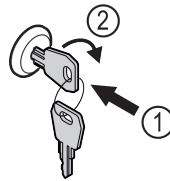

Fig. 180
- ▶ Вдавити ключ. Fig. 180 (1)
- ▶ Повернути ключ на 90° за годинниковою стрілкою. Fig. 180 (2)